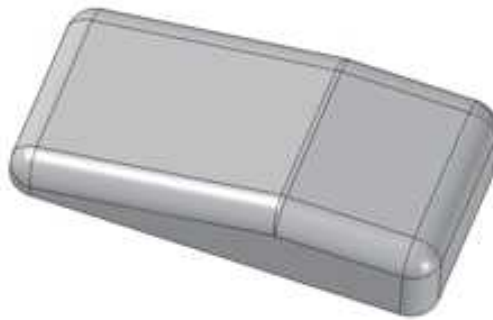

Figura 1.12
c. Adugați rotunjiri la muchiile corpului așa cum rezultă în Figura 1-12.